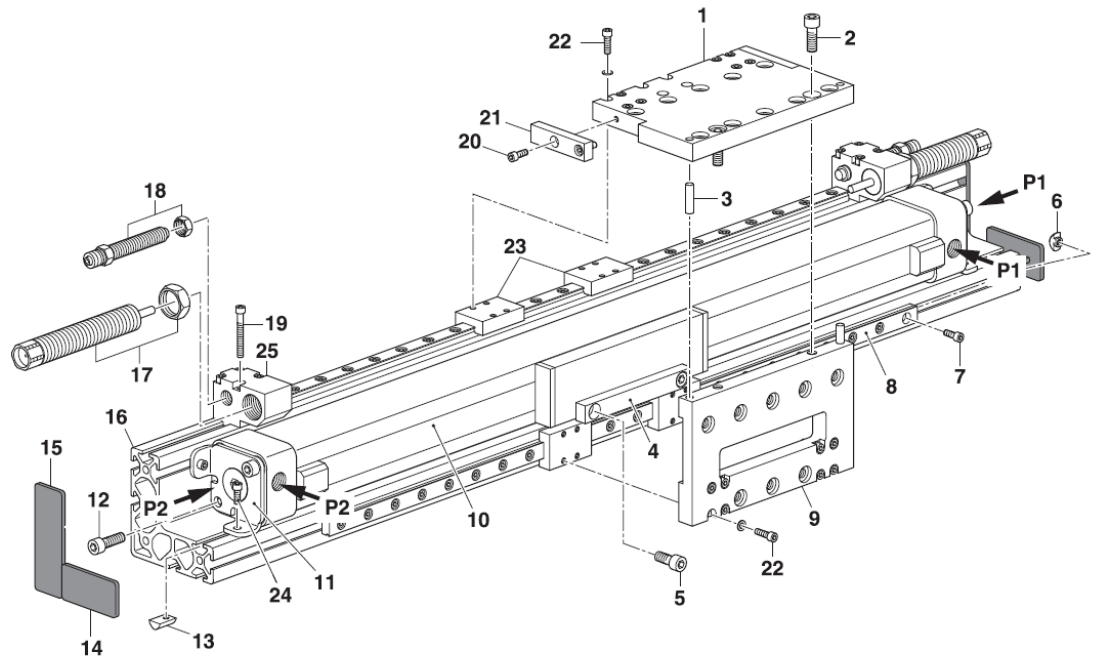

Fig. 12 Structure du PMP-c version 01
Le cylindre pneumatique (Fig. 12, 10) est actionné par les raccords d'air comprimé (P1 et P2). Le cylindre déplace à son tour le chariot (Fig. 12, 1 et 9) fixé sur quatre guides à recirculation de billes (Fig. 12, 23). La course est limitée par les deux vis de butée (18) et est freinée par les deux amortisseurs (Fig. 12, 17).